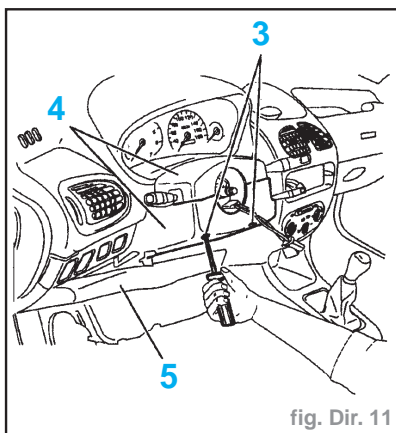

fig. Dir. 11
- Déposer la vis (2).
- Déposer (fig. Dir. 11) :